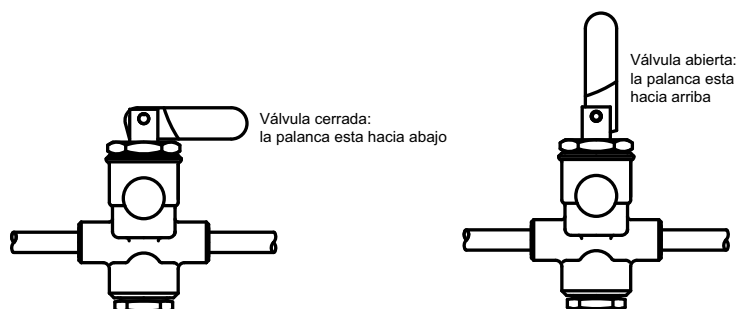

Figura 5. Posiciones de la palanca de operación
4. Asegúrese de que la palanca está recta en la válvula de operación de $\frac{1}{4}$ " en la línea entre la línea de descarga de la bomba y la válvula Flomatic®. (figura 5). Si no lo está, la válvula Flomatic® permanecerá cerrada.